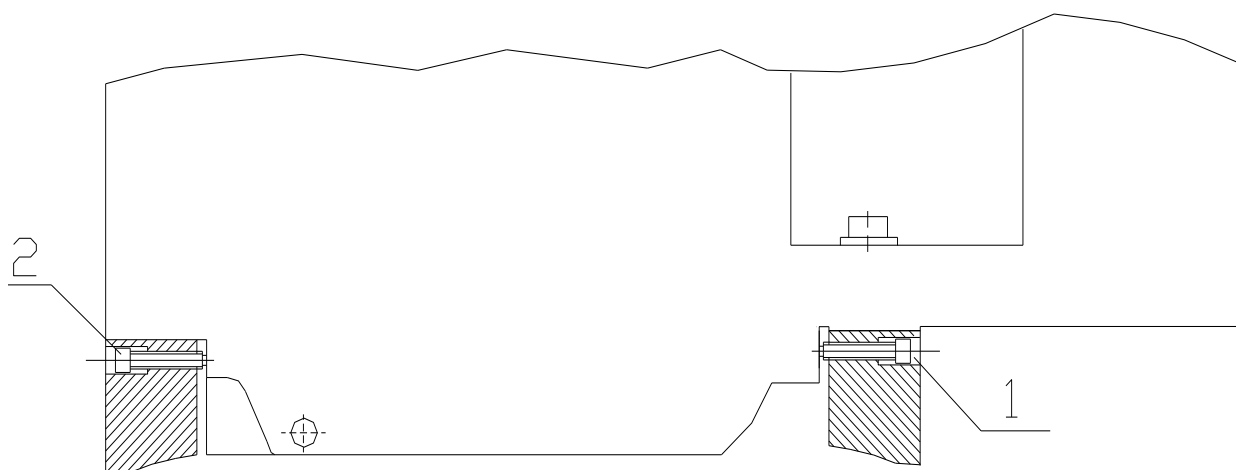

Fig.15.10
15.10. Einstellen des Spindelkastens zum Drehen von zylindrischen Oberflächen. (Fig.15.10)